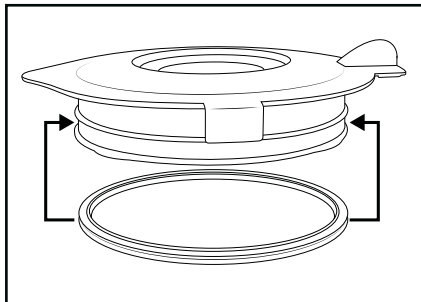

Fig. 3
- Rengør påfyldningslåget **1** og låget **2** i en mild sæbeblanding. Ved rengøring med hånden kan du fjerne gummipakningen **9**. Sørg for, at gummipakningen **9** sidder rigtigt, før du bruger låget **2** igen (fig. 3).